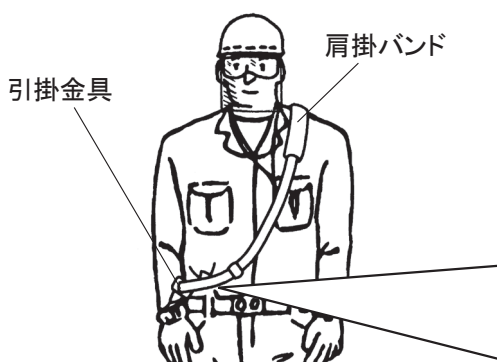

図.1
- ① 肩掛バンドは消耗品です。切れ、ほつれ、損傷がないことを確認し、図.1のように装着してください。